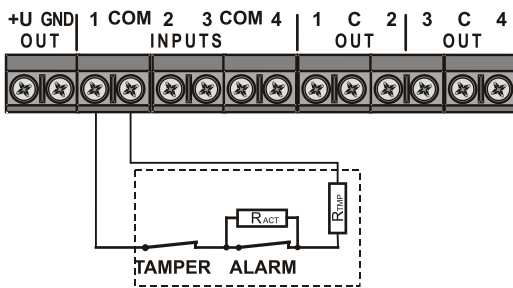

Abbildung 3: Doppelt ausgeglichene Schleife
**Doppelt ausgeglichen** – ein  $R_{TMP}$ -Widerstand muss mit einem TMP-Sabotagekontakt in Reihe geschaltet werden und der Aktivierungskontakt muss in Parallelschaltung mit einem  $R_{ACT}$ -Widerstand überbrückt werden (siehe Abbildung 3 und in F-Link). Nutzen Sie zum Einstellen seines Werts den Parameter **Ausgleichswiderstand**. Die Werte der  $R_{TMP}$ - und  $R_{ACT}$ -Ausgleichswiderstände können unterschiedlich sein, siehe Parameter **Ausgleichswiderstand**.